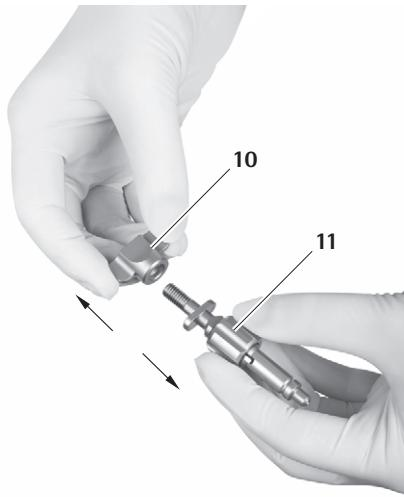

Fig. 17
- Deșurubați piulița-fluture 10 a adaptorului pentru brațul de susținere 11, vezi Fig. 17.